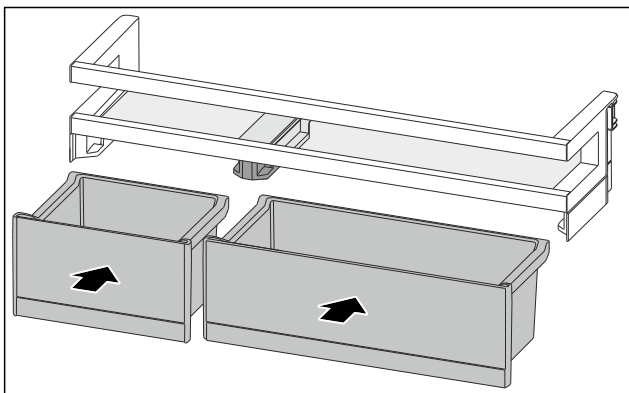

Fig. 163
- ▶ Установите ящики VarioBox, поменяв их расположение. (см. Fig. 163)